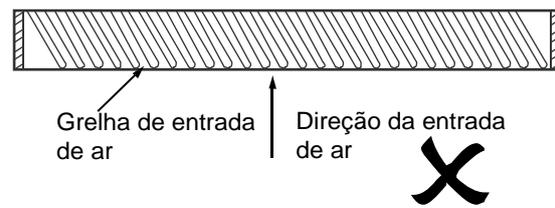

Figura 2.5
- Não deve haver uma inclinação entre a grelha de entrada de ar e a direção de entrada de ar; do contrário, o nível de ruído aumentará. Por exemplo, o método usado para criar a grelha de entrada de ar na Figura 2.5 está incorreto.